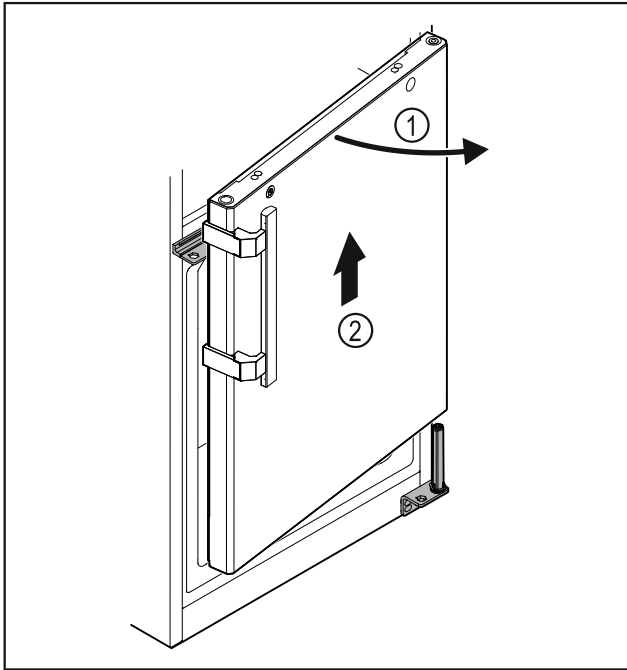

Fig. 33
- ▶ Дверцята *Fig. 33 (1)* трохи відкрити, приблизно на 200 мм підняти прямо вгору і зняти *Fig. 33 (2)*.